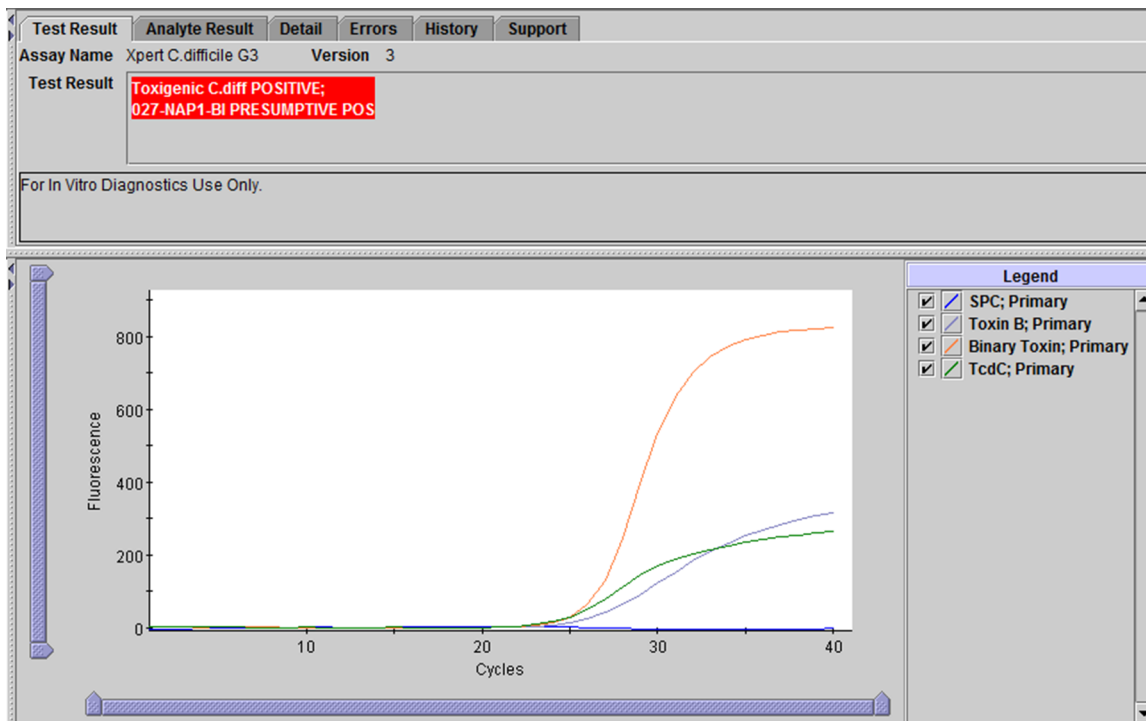

Рисунок 3. Пример положительного по C. difficile и предположительно положительного по 027 результатов
<p>Токсигенный C. diff ПОЛОЖИТЕЛЬНЫЙ, 027 ПРЕДПОЛОЖИТЕЛЬНО ПОЛ. (Toxigenic C. diff POSITIVE, 027 PRESUMPTIVE POS</p> <p>См. Рисунок 3</p>	<p>Обнаружены целевые последовательности ДНК токсин-продуцирующих C. difficile, предположительно 027/NAP1/BI</p> <ul style="list-style-type: none"> • Токсин-продуцирующие C. difficile, предположительно 027/NAP1/BI – Для всех целевых токсин-продуцирующих C. difficile, предположительно 027/NAP1/BI, (токсин В, бинарный токсин и делеция nt 117 tcdC) показатель Ct находится в пределах допустимого диапазона, и конечная точка находится выше заданного минимального значения. • Контроль обработки образца – Н/П (NA); контроль обработки образца игнорируется, поскольку амплификация целевых последовательностей C. difficile может конкурировать с этим контролем. • Контроль зондов — ПРОЙДЕН (PASS); все проверки в рамках контроля зондов успешно пройдены.